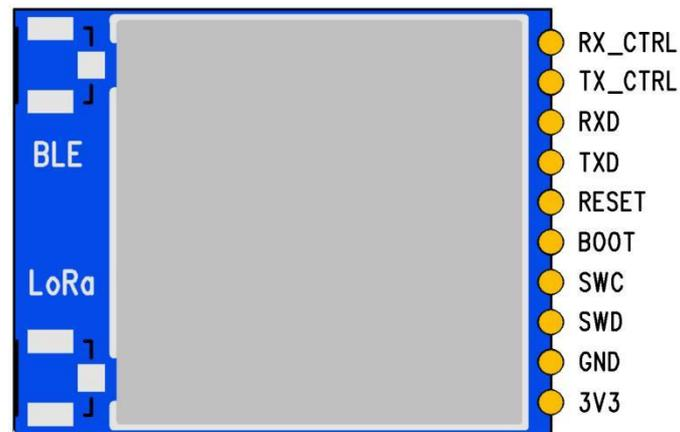

图 4. RC21L68A 引脚定义图 (Top View)
- 2、允许回流焊次数：2次，基于以下回流焊(条件)(见图4)；
- 3、温度曲线：回流焊应按照下列温度曲线(见图4)；